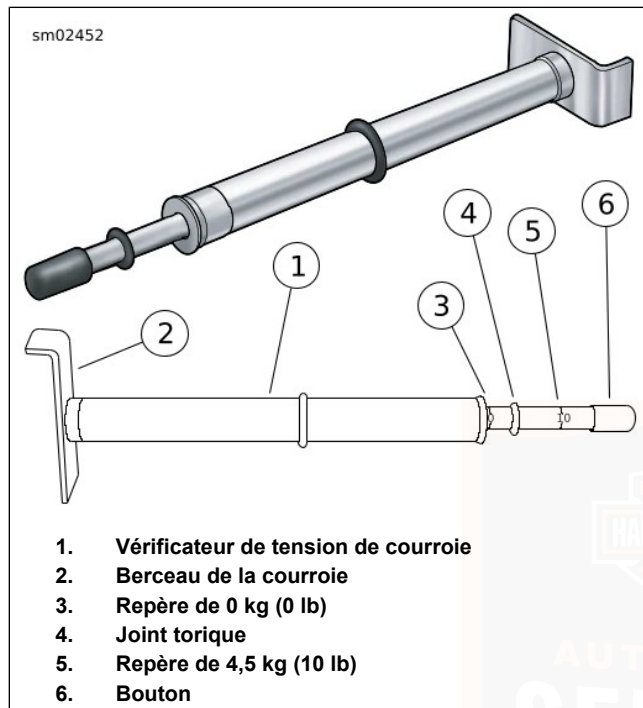

Figure 77. Vérificateur de tension de courroie
3. Voir Figure 77. Mesurer le fléchissement de courroie à l'aide de :